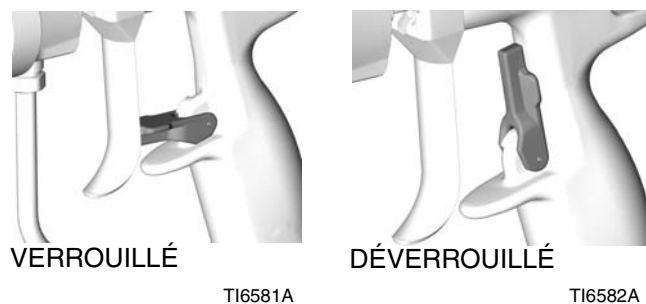

FIG. 12
1. Verrouillez la gâchette. Voir FIG. 12.
4. Déverrouillez la gâchette. Voir FIG. 12.
7. Verrouillez la gâchette. Voir FIG. 12.